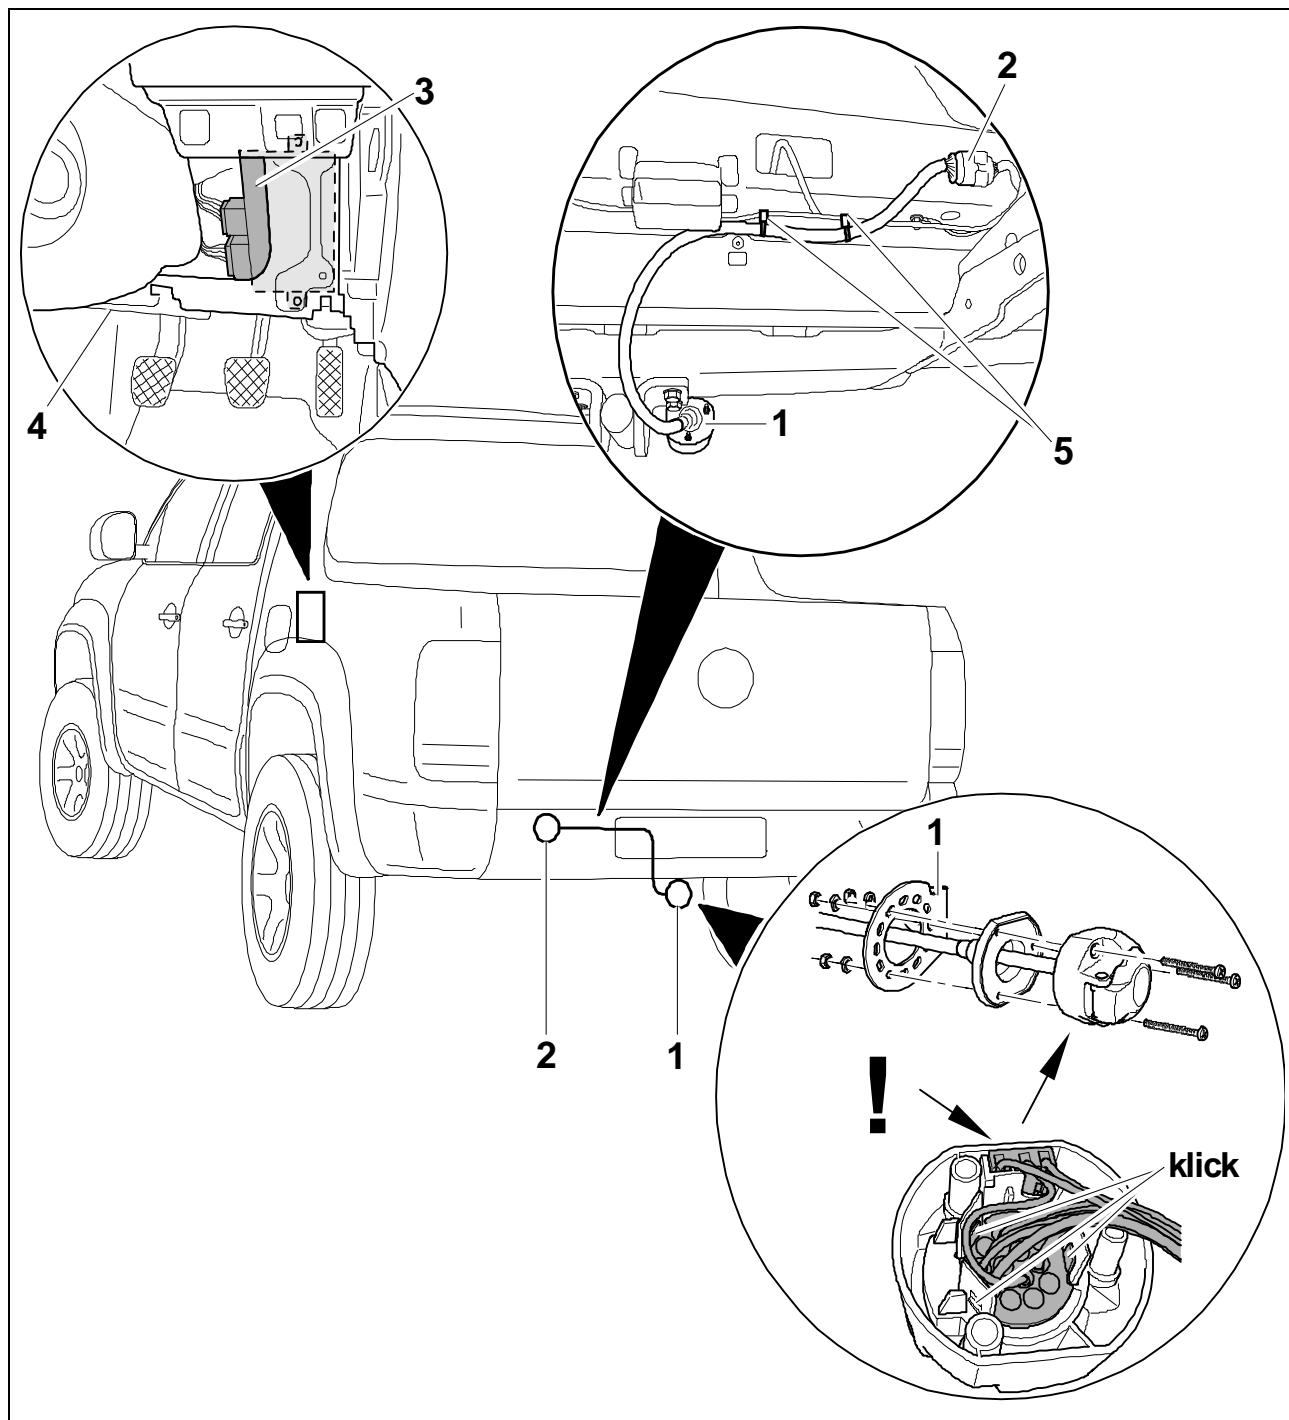

Abb. 1: Einbauübersicht
3. Das Anhängeranschlussgerät an die hierfür vorgesehene Stelle mit den beiliegenden Schrauben und Muttern befestigen (Abb. 1/3), Drehmoment max. 2,0 Nm.
4. Den fahrzeugseitigen 12- und 16-poligen Stecker (oberhalb vom Gaspedal in Schaumstoff am fahrzeugseitigen Leitungssatz) am Anhängeranschlussgerät aufstecken und verrasten (Abb. 1/3).
5. Das Mikroschaltergehäuse und den Kontakteinsatz durch das Loch im AHV-Querrohr bzw. Steckdosenhalter (Abb. 1/1) führen und in das beiliegende Steckdosengehäuse eindrücken.
8. Die Steckdose mit den beiliegenden Schrauben am Querrohr bzw. Steckdosenhalter (Abb. 1/1) festschrauben, Drehmoment max. 2,0 Nm.
9. Das Leitungsende mit dem 14-pol. Stecker zur Koppelstelle/Gegenstecker hinten am Cargoblech (Abb. 1/2) verlegen.
11. Die Kabelbinder, mit denen die Leitung zur Kennzeichenbeleuchtung an den Tuckerbolzen befestigt ist, sind zu entfernen (Abb. 1/5).
12. Mit den beiliegenden Kabelbindern (mit Sockel) den Leitungsstrang, sowie die Leitung zur Kennzeichenbeleuchtung verbinden und mit dem Sockel an den Tuckerbolzen befestigen. (Abb. 1/5).
13. MY11-MY12: Beiliegende 5-A-Sicherungen in die Sicherungsplätze 60 + 61 (Abb. 1/4) einsetzen.